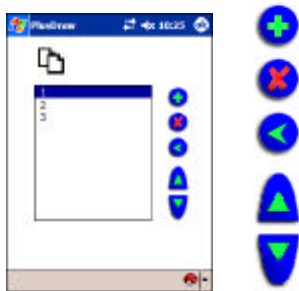

Figura 17
Selezionando  nella barra degli strumenti si apre la finestra per la gestione delle pagine (*Figura 17*) che consente di aggiungere, cancellare, inserire e modificare l'ordine delle pagine.
- **.bmp** – File di immagine bitmap di uno sketch (scheda A – *Figura 13*) che viene creato in seguito all'esportazione del file con la funzione . Viene generato un file diverso per ogni pagina (*Figura 17*) del file sketch. I file di immagine consentono di stampare lo sketch dal PC e di inserirlo nei documenti di testo. Le immagini bitmap relative allo stesso file sketch vengono definite con il nome seguito dalla lettera 'A' e dal numero della pagina fra parentesi (ad es. Sketch 1A(1).bmp, Sketch 1A(2).bmp, ecc.).